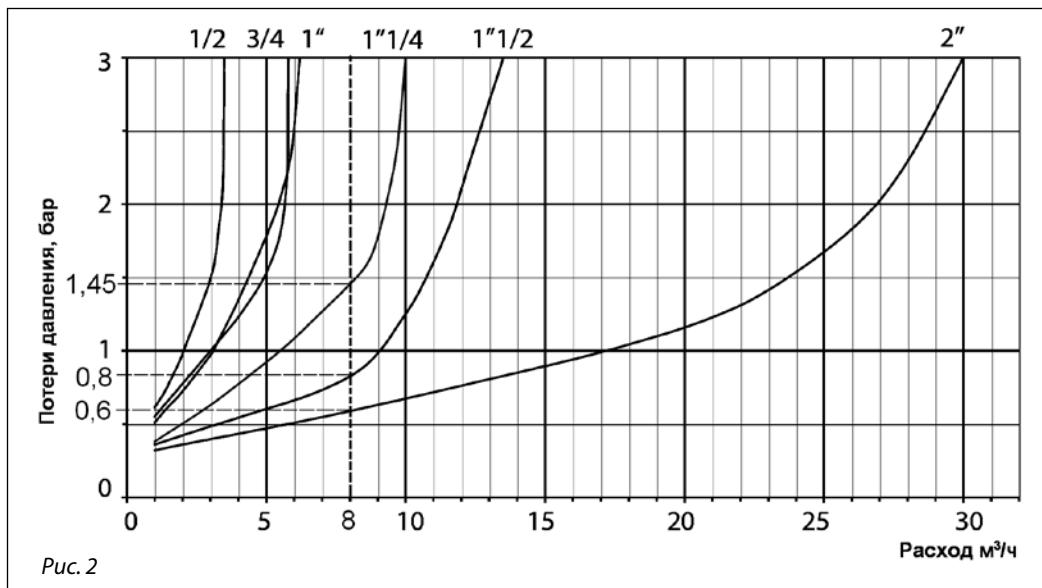

Рис. 2
2. Выбрать условный проход клапана редукционного 7 bis (рис. 2).
Падение давления в каждом случае зависит от условного прохода клапана и расхода среды через клапан, и может быть определено по диаграмме на рис. 2.
1. Проверка применимости по давлению до и требуемому давлению после клапана (рис. 2).
ющая указанным давлениям, лежит внутри области применимости (рис. 2).
2. Выбрать условный проход клапана редукционного 11 bis (рис. 2).